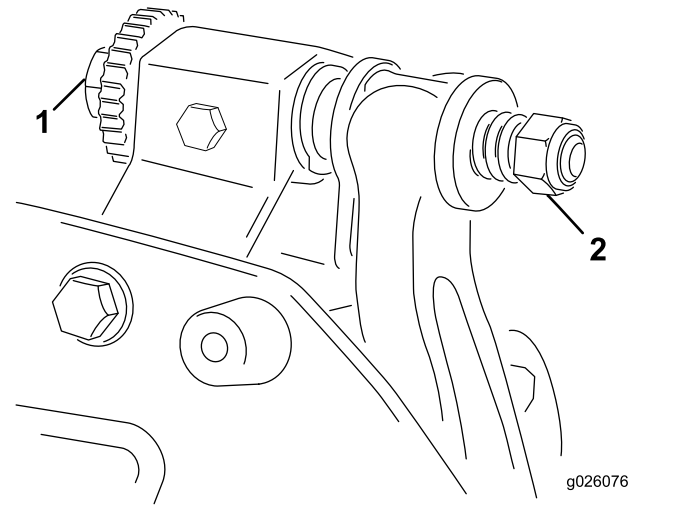

Figure 11
- A. Tournez les boutons de réglage de la contre-lame dans le sens horaire (Figure 11), un cran à la fois, jusqu'à ce
6. Tournez la vis de réglage droite de la barre d'appui (Figure 11) jusqu'à ce que vous sentiez une légère pression sur la cale lorsque vous la faites glisser d'un côté à l'autre. Enlevez la cale.